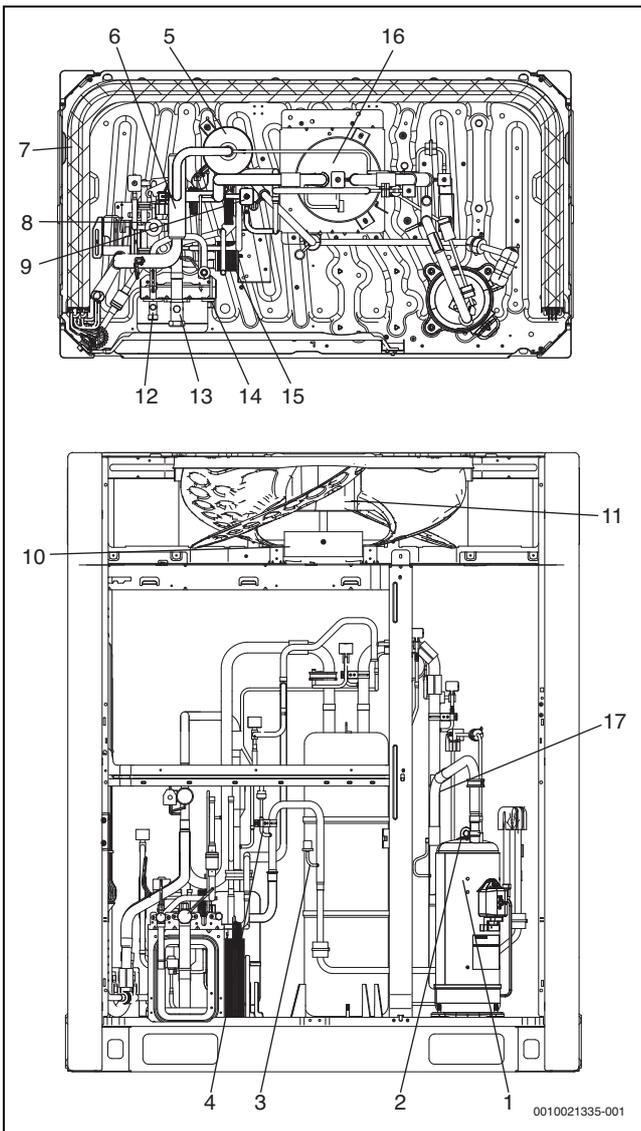

Рис. 58 Расположение компонентов
**Обозначения на рис. 58 и 59:**